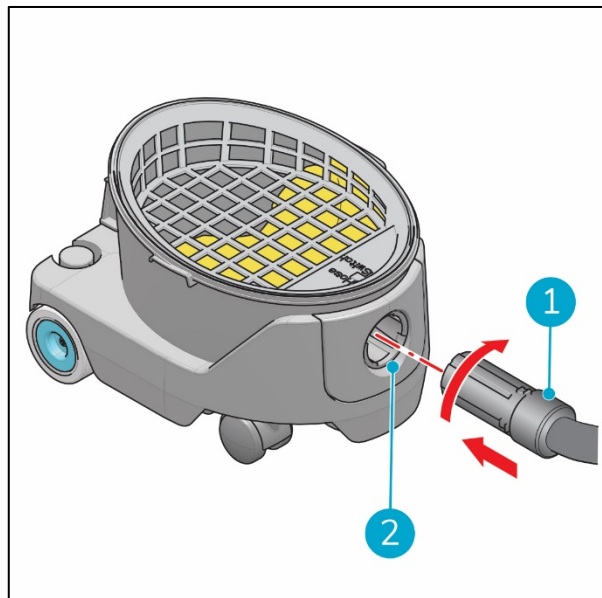

Figura 12
14. Posizionare il tubo flessibile (Figura 12, pos 1) nel manicotto del tubo flessibile (Figura 12, pos 2) e ruotarlo in senso orario per bloccarlo.